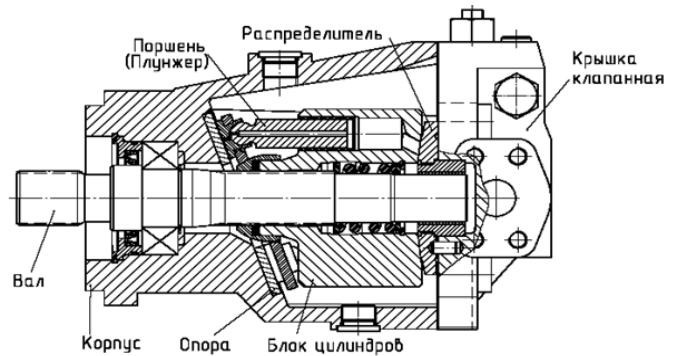

Рис.1 - Гидромотор 406.0 с противоположным расположением рабочих каналов
1.9.1 Гидромотор (рисунок 1,2) состоит из корпуса, качающего узла и клапанной крышки. В состав качающего узла входят: блок цилиндров, девять поршней (плунжеров) и вал с подшипниковым узлом.